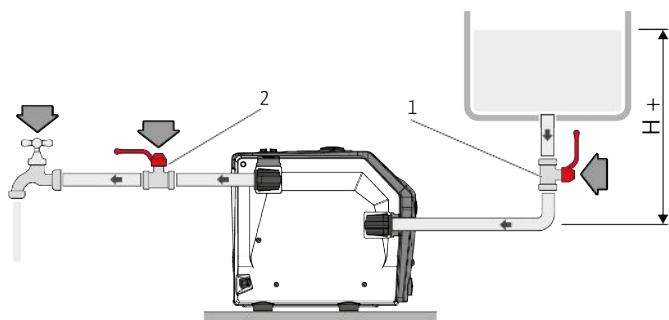

Fig. 9: Tryb obciążenia
- Napełnić produkt wodą (ok. 1,5 l), aż z otworu wentylacyjnego wypłynie woda (Fig. 9).